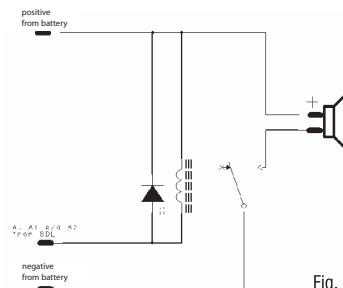

Fig. 2
L'assorbimento massimo consentito dal dispositivo d'allarme deve essere inferiore ai 100mA, in alternativa si suggerisce di implementare il circuito con relè proposto in Fig. 2. Se si supera questo limite il sensore entra in protezione spegnendosi per 30 secondi. La condizione di sovraccarico persistente può danneggiare il sensore SDL.
N.B. L'assorbimento massimo consentito per gli output di allarme è di 100 mA ciascuno, in alternativa si suggerisce di implementare il circuito con relè proposto in Fig. 2.
N.B. Il terminale (S) del sensore di livello deve essere collegato al polo negativo dello strumento, e mai direttamente al polo positivo della batteria.